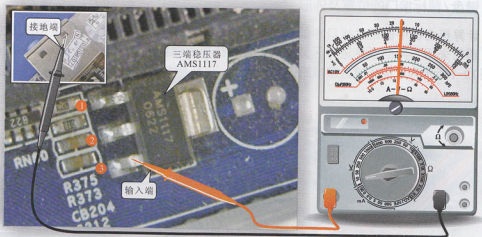

图18-14 三端稳压器输入端电压的检测
(2) 接着，检查三端稳压器输入端是否有电压，如图 18-14 所示，其输入端电压由 ATX 电源提供。